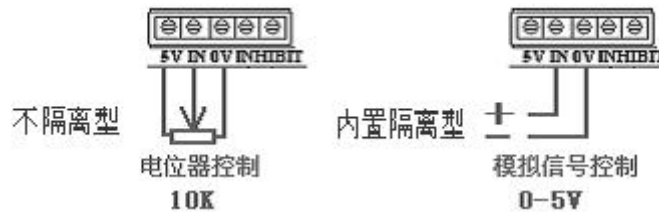

图 3
- 3、给定信号输入端：控制方式分电位器和模拟信号控制 见图 3
八、安装尺寸如下：(图 3) 单位：132 X 100 X 50 (mm)